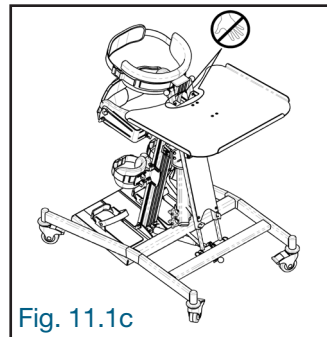

Fig. 11.1c
• Lors de l'ajustement horizontal de la table, NE PAS mettre les doigts et les mains entre la partie arrière de la table (A) et le plateau stabilisateur (B) (Fig. 11.1c).